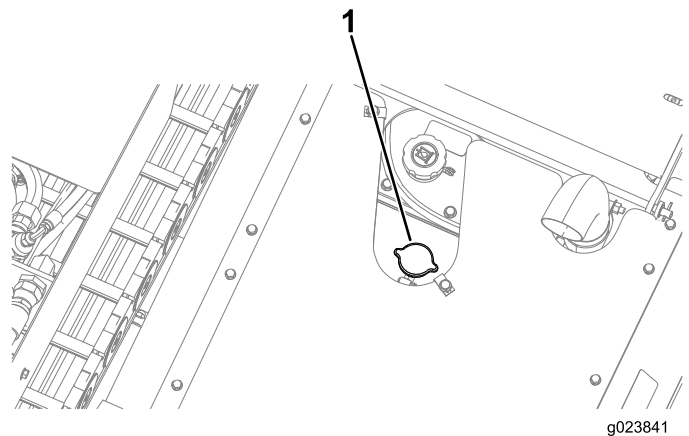

Figure 112
3. Retirez le bouchon de radiateur (Figure 112).
5. Remettez le bouchon de radiateur en place et serrez-le solidement (Figure 112).